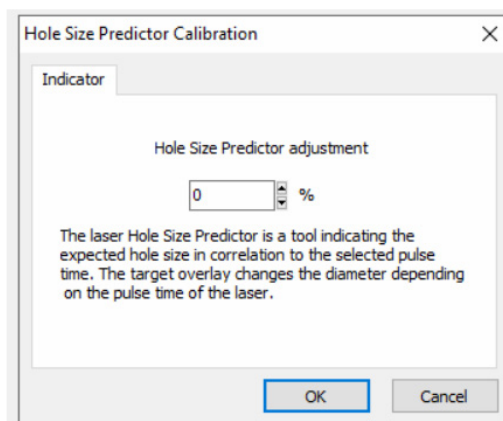

Abb. 14: Kalibrierung der Lochgrößenvorhersagefunktion auf der Video-Seite
Der Durchmesser der Lochgrößenvorhersagefunktion kann im Bereich von -70 % bis +200 % in 5%-Schritten bezogen auf den aktuellen Wert kalibriert werden (Abb. 14).
12. Wählen Sie im Menü Video - Einblendung - Lochgrößenvorhersagefunktion kalibrieren, und stellen Sie die angezeigte Lochgröße ein, indem Sie auf die Pfeile auf der rechten Seite klicken, damit sie mit dem tatsächlichen Durchmesser des Bohrlochs übereinstimmt (Abb. 14).